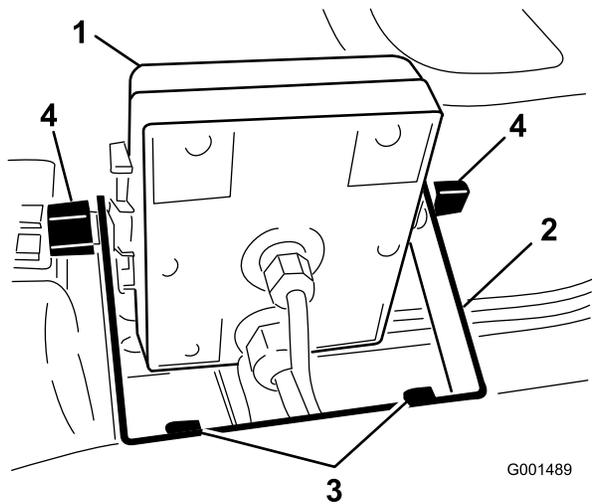
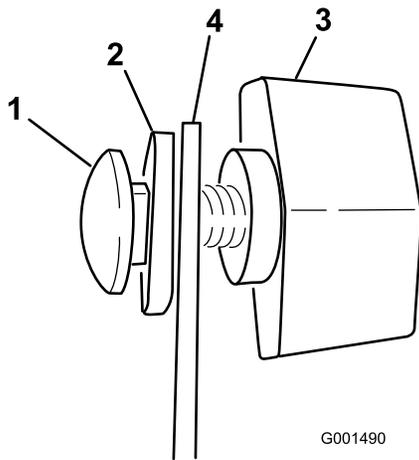

図 5
図 6
2. モニタのブラケットをダッシュボードに取り付ける; フランジヘッド・ボルト (1/4 x 3/4 in) 2本とフランジ・ナット (1/4 in) 2本を使用する (図 5)。
3. キャリッジボルト、ゴム・ワッシャ、ノブ各2個を、図 5および図 6のように仮止める。
- ブラケットにスプレープロを取り付け(図 5)、ノブで固定する。